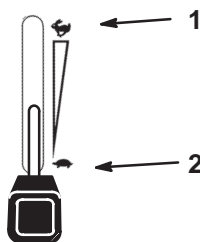

Figure 16
1. Débrayez la PdF (Fig. 16).
2. Réglez la manette d'accélérateur à mi-course entre les positions de ralenti et de régime maximum (Fig. 16).